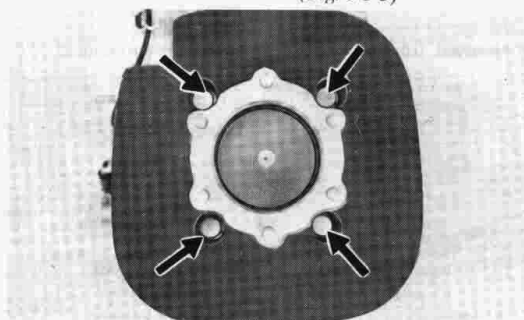

Fig. 3-3-3
Remove cylinder holding bolts (4) and cylinder. (Fig. 3-3-3)
Retirez les boulons fixant le cylindre (4), puis le cylindre. (Fig. 3-3-3)